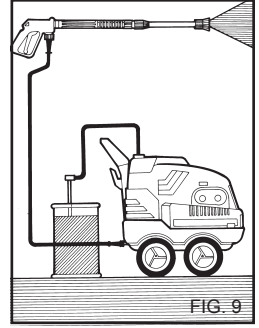

FIG. 9
- 3) Après l'emploi avec du détergent, rincer le circuit d'aspiration ; enfler le tuyau d'aspiration (fig. 9) du détergent dans un bidon d'eau propre et faire fonctionner la pompe pendant 1 minute avec le robinet de dosage complètement ouvert et la lance en phase de sortie du détergent.
4) Après l'emploi avec du détergent, rincer le circuit d'aspiration; enfilez le tuyau d'aspiration (fig. 9) du détergent dans un bidon d'eau propre et faire fonctionner la pompe pendant 1 minute avec le robinet de dosage complètement ouvert et la lance en phase de sortie du détergent.